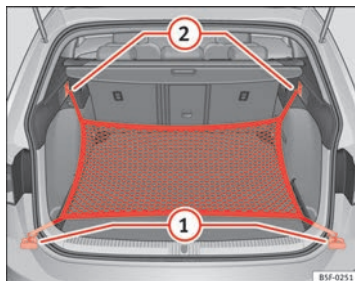

Fig. 109 En el maletero: argollas ① y ganchos ② para enganchar la bolsa de red (modelo LEON ST).
- Fije los ganchos cortos de la red en las argollas de amarre ⇒ fig. 109 ① ⇒ ⚠. La cremallera de la bolsa tiene que quedar hacia arriba.
- Fije las cintas en los ganchos para colgar bolsas ②.